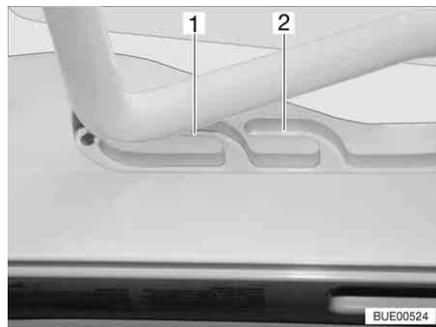
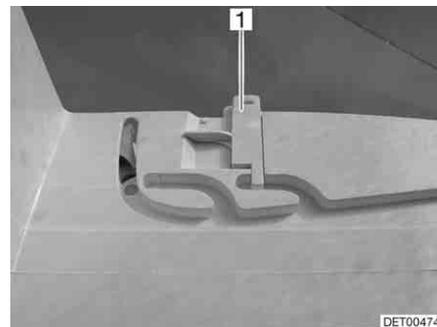

Bild 63 Heki-Dachhaube in Lüftungsstellung
Bild 64 Verriegelung Lüftungsstellung
Die Heki-Dachhaube kann in zwei Lüftungsstellungen gebracht werden: Schlechtwetterstellung (Bild 63,1) und Mittelstellung (Bild 63,2). Je nach Modell kann die Dachhaube in der Mittelstellung mit dem Riegel (Bild 64,1) verriegelt werden.
- Den Bügel leicht nach oben drücken und in die gewählte Führung (Bild 63,1 oder 2) schieben und ggf. verriegeln.